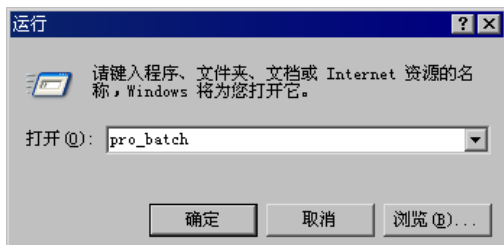

图 9.6.6 “运行”对话框
Step1. 在 Windows 系统中，选择   命令，系统弹出图 9.6.6 所